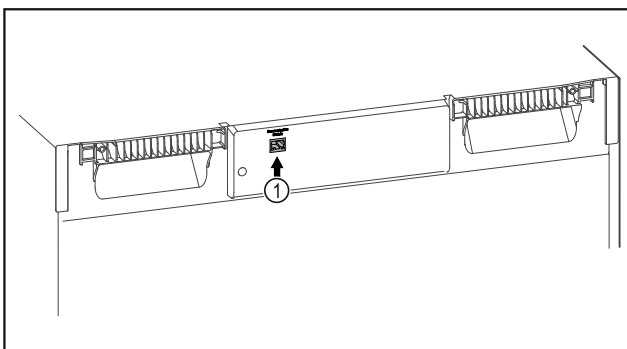

Fig. 112
- SmartModule Fig. 112 (1) установлен.